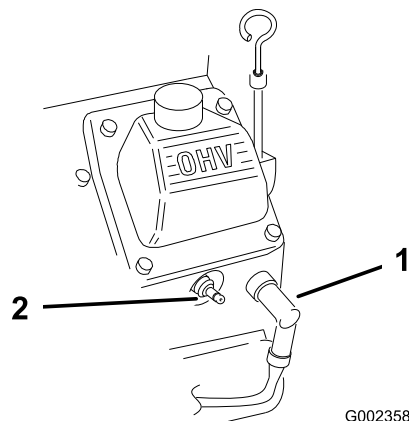

Figura 51
2. Desconecte los cables de las bujías (Figura 51).